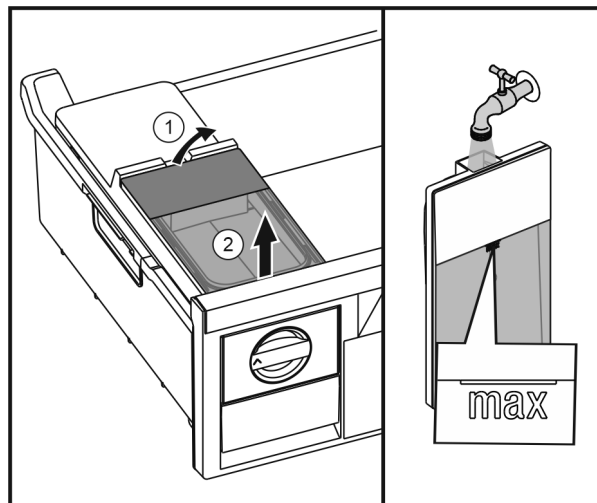

Fig. 37
- ▶ Поднять бак для воды сзади Fig. 37 (1) и извлечь движением вверх Fig. 37 (2).